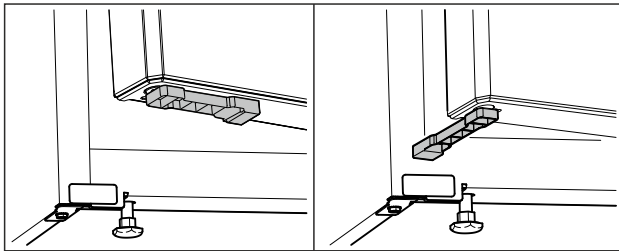

Fig. 68 *
- Türabstandshalter um 90° drehen. (siehe Fig. 68) *